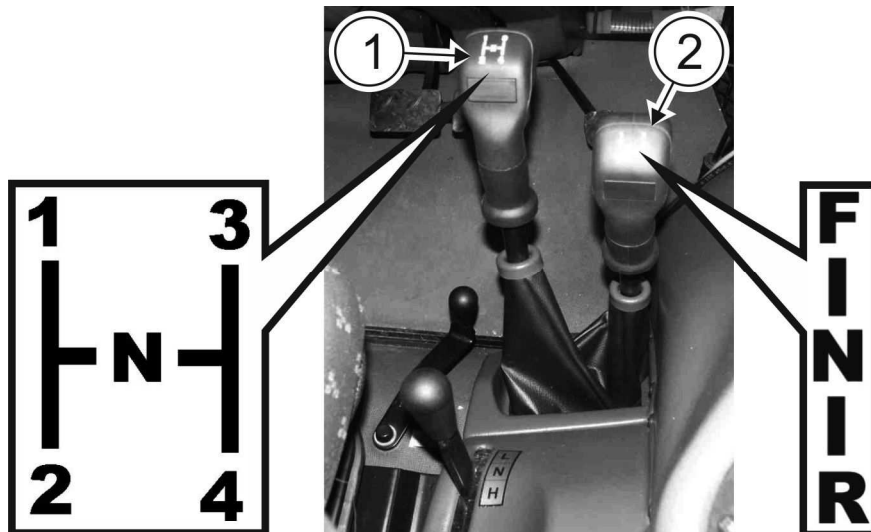

ABB. 4.4 Schalthebel und Fahrtrichtungshebel.
- Prüfen, ob der Fahrtrichtungshebel **2** (**Abb. 4.4**) und der Schalthebel **1** in Nullstellung **N** sind (Schalthebel-Steuerschema prüfen).